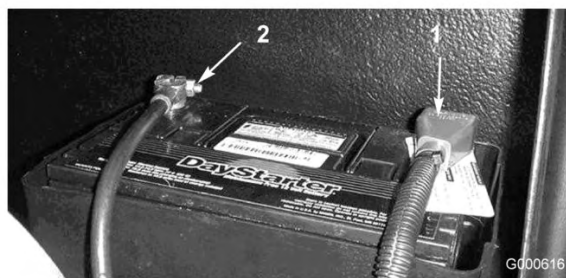

Figura 42
5. Collegate il cavo positivo (rosso) al terminale positivo (+) e il cavo negativo (nero) al terminale negativo (-) della batteria (Figura 42). Fissate i cavi ai poli con viti a testa cilindrica e dadi. Verificate che il morsetto positivo (+) sia completamente sul polo, e che il cavo sia posizionato in modo aderente alla batteria. Il cavo non deve toccare il coperchio della batteria. Fate scorrere la guaina di gomma sul morsetto positivo per evitare un cortocircuito.